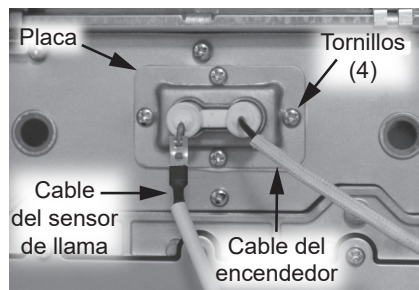

Figura 59 - Conjunto de varilla del encendedor y varilla del sensor de llama
- 4 Desconecte el cable del sensor de llama de la varilla del sensor de llama y de la placa de circuitos impresos (PCI). Deséchelo adecuadamente. Consulte la Figura 59.